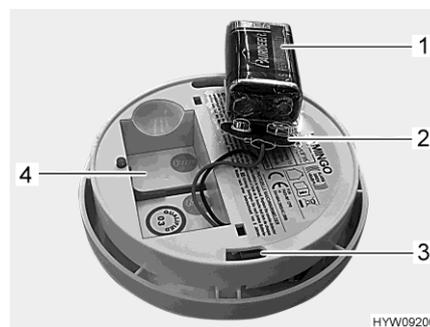
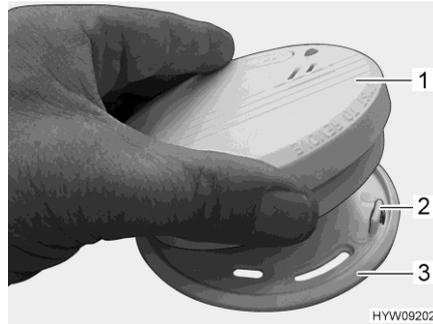

Fig. 147 Rivelatore di fumo (parte posteriore)
Fig. 148 Montaggio del rivelatore di fumo
- Estrarre la batteria e scollegarla dal suo fermaglio (Fig. 147,2).
- Collegare la batteria nuova (Fig. 147,1) al suo fermaglio (Fig. 147,2), assicurandosi che i poli della batteria si innestino nel fermaglio.
- Inserire la batteria nel suo scomparto (Fig. 147,4).
- Posizionare il rivelatore di fumo (Fig. 148,1) sul supporto (Fig. 148,3). I naselli di ritegno (Fig. 148,2) devono innestarsi nelle aperture (Fig. 147,3) del rivelatore di fumo.